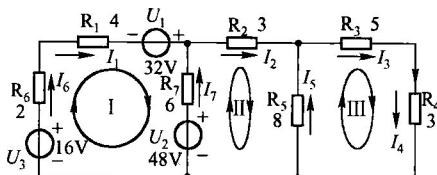

图 1-5 电路图
① 假定各支路电流的方向，用支路电流的方向作为回路的电流参考方向，如图 1-5 所示。
【例 1-3】 电路如图 1-5 所示，求  $R_4$  中的电流。
由图 1-5 可知支路数  $b=6$ ，节点数  $n=4$ ，则